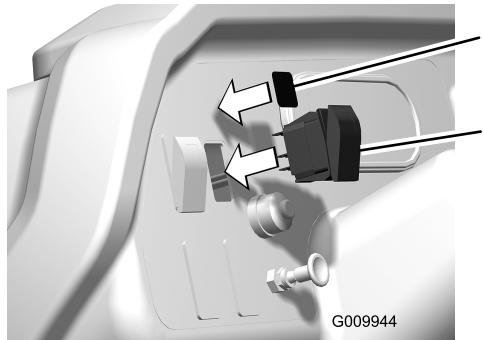

図 21
4. ダッシュボードの下のワイヤハーネスから、ループバックコネクタのついているものを探し出す図 21。
6. ハーネスアダプタをハーネスコネクタとスイッチに接続する図 21。